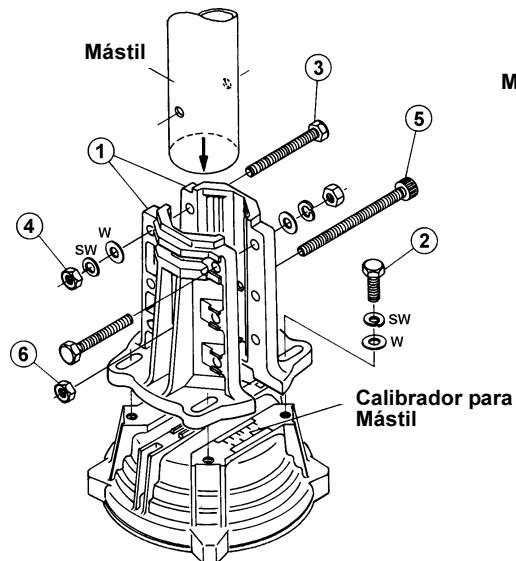

Figura 13
4. Ajuste parcialmente la abrazadera del mástil ① a la columna del rotador utilizando los pernos M8 x 30 ②, las arandelas planas y de presión que se suministran con el equipo (ver figura 13).
5. Con un “poste grúa” o cualquier otra portapieza deizar, inserte el mástil de antena por la parte de arriba a través del cojinete y colóquelo entre las abrazaderas del rotador, ajuste posteriormente dichas abrazaderas en forma parcial utilizando la arandela de presión y los pernos M8 x 70 ③ que se suministran con el equipo.
6. Introduzca el tornillo M8 x 95 ⑤ que trae el dispositivo a través de las abrazaderas para mástil y del mástil propiamente tal, luego fíjelo en forma parcial utilizando la tuerca cuadrada que también se suministra con dicho equipo.